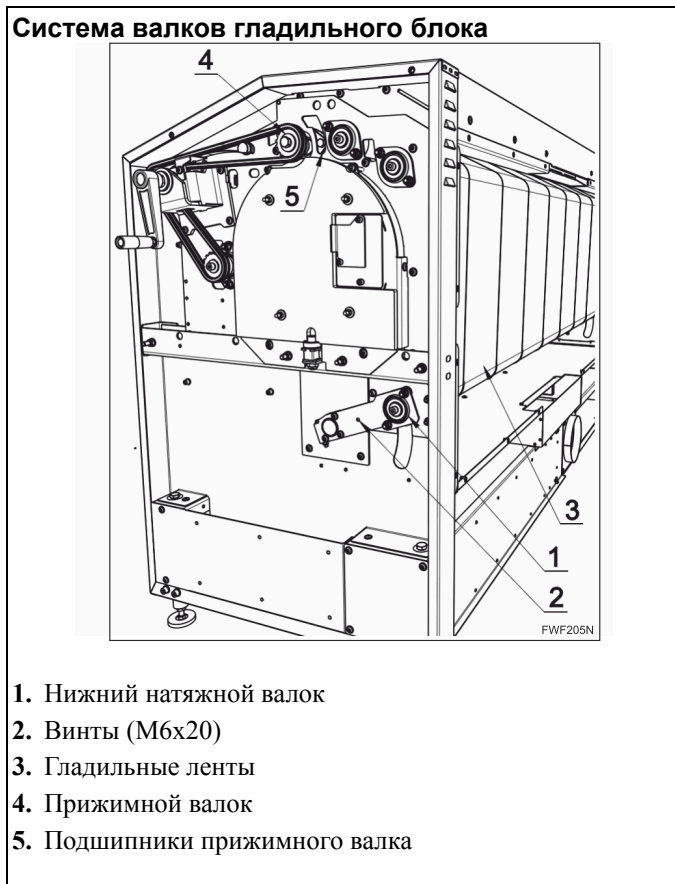

Рис. 41
- Натяжение гладильных лент осуществляется автоматически, натяжным валком (1) под действием силы тяжести. См. *Рис. 41*.
4. Поднимите и закрепите нижний натяжной валок (3) в верхнем положении («технологическое положение») с помощью винтов М6х20 или крепежа большей длины. См. Рис. 41.
5. Отсоедините старую ленту (2) и прикрепите новую ленту (1) к старой с помощью фиксаторов.
7. Отсоедините старую ленту (2) и прикрепите новую ленту (1) с помощью фиксаторов.
9. Высвободите натяжной валок (3) из верхнего («технологического») положения. Затем по одному соберите все разобранные компоненты.
- Верхний прижимной валок (4) - Рис. 41 обеспечивает подачу белья в гладильную машину, прижимая белье к поверхности гладильного цилиндра с большим усилием. Кроме того, он позволяет испарить большую часть воды, которая содержится в белье, и замедляет проглаживаемое белье, которое передается гладильными лентами, как следует растягивая его.